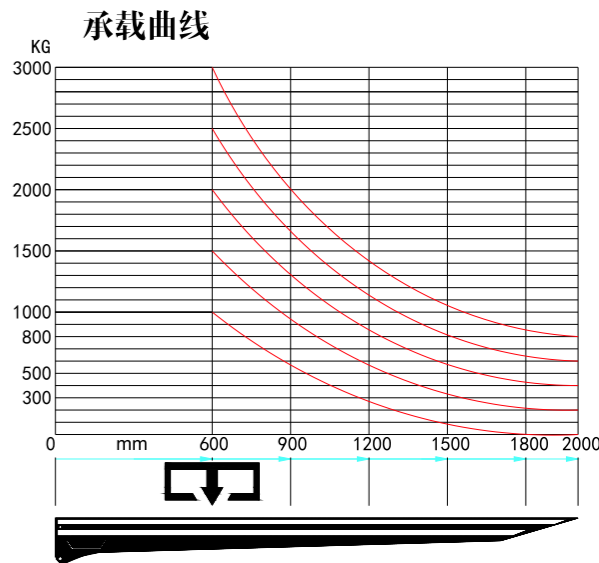

图3-1
- (1) 必须经由专业人士培训后方可对尾板设备进行操作和维护；
- (2) 不允许将尾板设备交予非熟练操作人员操作；
- (3) 操作尾板设备时必须注意力集中，密切注意尾板设备的运转状况；
- (4) 必须使用双手进行开、关门操作；
- (5) 每个星期应对尾板设备进行一次常规检查，重点检查受力焊接部位有无裂纹，各转动轴有无窜动。平时应经常检查液压管路有无松动、破损、漏油等。有疑问时应及时向我司咨询，对出现的问题应及时采取有效措施予以解决。
- (6) 货物在车载板上必须放置稳固。使用手动叉车时，必须将叉车卸压后，才能操作尾板进行货物的装卸。
- (7) 严禁超载。最大举升重量是指货物重心至车载板后端距离为600mm时尾板的最大可承载重量，尾板的承载曲线表明了货物重心距离与承载量的关系，请严格按照承载曲线载货，严禁超载，否则将对您及您的货物、设备造成危害。以最大承载重量2000kg为例，承载曲线如图3-1所示（不同型号的尾板设备因其额定承载量的不同而具有不同的承载曲线）。
- (8) 尾板设备载货工作时，车载板上禁止站人。
- (9) 载货过程中严禁调整车载板角度，即在装卸货物的过程中严禁按“翻转”按钮。
- (10) 任何人员不得在尾板工作时进入工作区域；
- (11) 在使用尾板设备装卸货物前，应先确保车辆制动可靠，方可进行操作，以防止作业过程中车辆突然滑动。
- (12) 禁止在地面坡度较大、松软、不平坦及有障碍物的地方使用尾板设备；
- (13) 操作设备完毕后，电机停止运转，将钥匙转动至“OFF”位置后拔出。